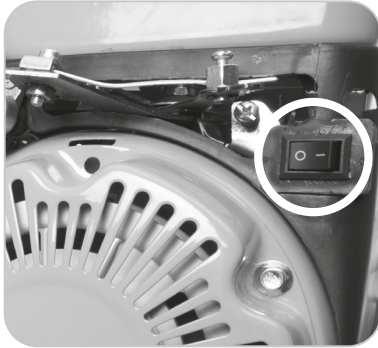

Fig. 8
- Pulse el interruptor basculante de la ignición del motor en la posición «ON» (Encendido) (I). **(Fig. 8)**